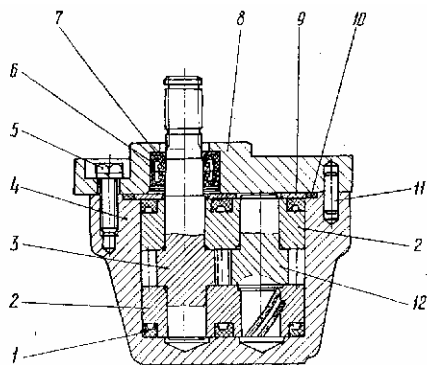

Рис. 37 Шестерённый гидравлический насос
3. ШЕСТЕРЁННЫЙ ГИДРАВЛИЧЕСКИЙ НАСОС (рис. 37)